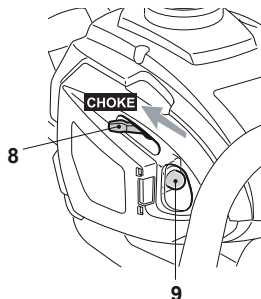

Fig. 10
- > Si el motor está caliente, mueva la palanca del estrangulador (8) a la posición  "RUN", no apriete el sistema de cebado (Fig. 10).